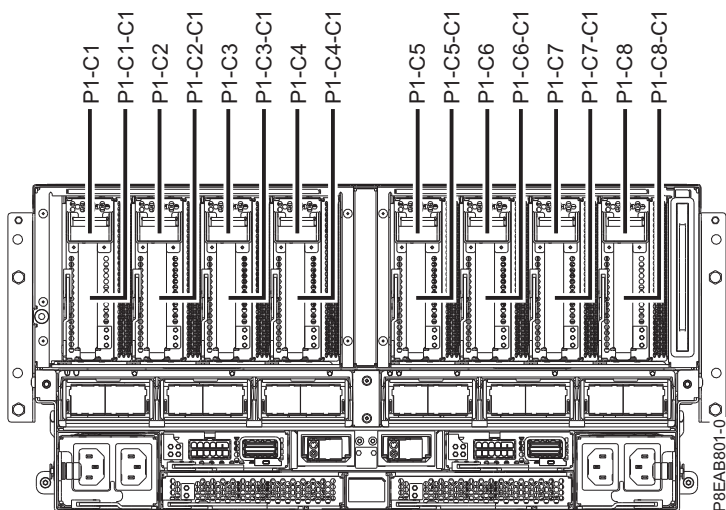

Figura 1. Ubicaciones de las ranuras del adaptador PCIe en el sistema
1. Determine la ranura en la que desee instalar un adaptador PCIe. Las ranuras del adaptador PCIe se hallan en la parte posterior de un sistema. En la Figura 1 en la página 2 se muestran los códigos de ubicación del adaptador PCIe.